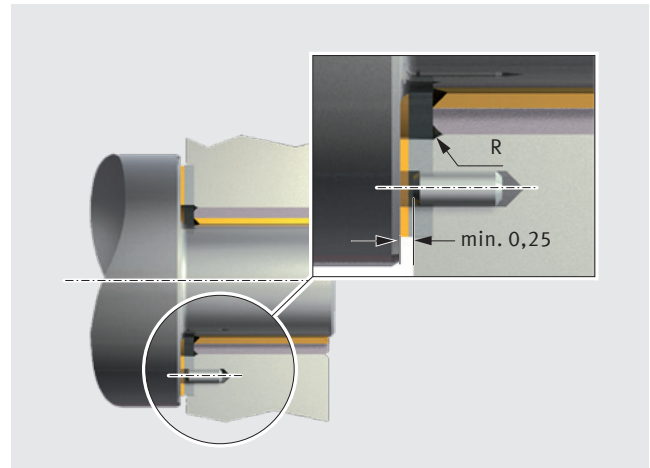

Fig. 41 : Fixation d'une rondelle de guidage PAW dans un évidement du corps
- La concentricité est assurée par des évidements dans le corps (Fig. 41)
- Une goupille de serrage ou vis à tête fraisée empêche la rondelle de tourner (Fig. 41 et 42)
- La tête de vis ou la goupille de serrage doit être reculée de min. 0,25 mm par rapport à la surface de glissement (Fig. 41 et 42)